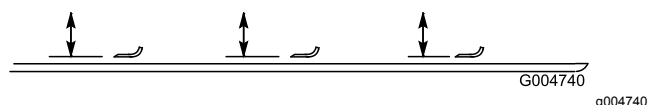

Figure 108
- Tournez la lame dans le sens longitudinal (Figure 108). Mesurez la distance entre l'intérieur du plateau de coupe et le tranchant à l'avant de la lame. Notez cette valeur.